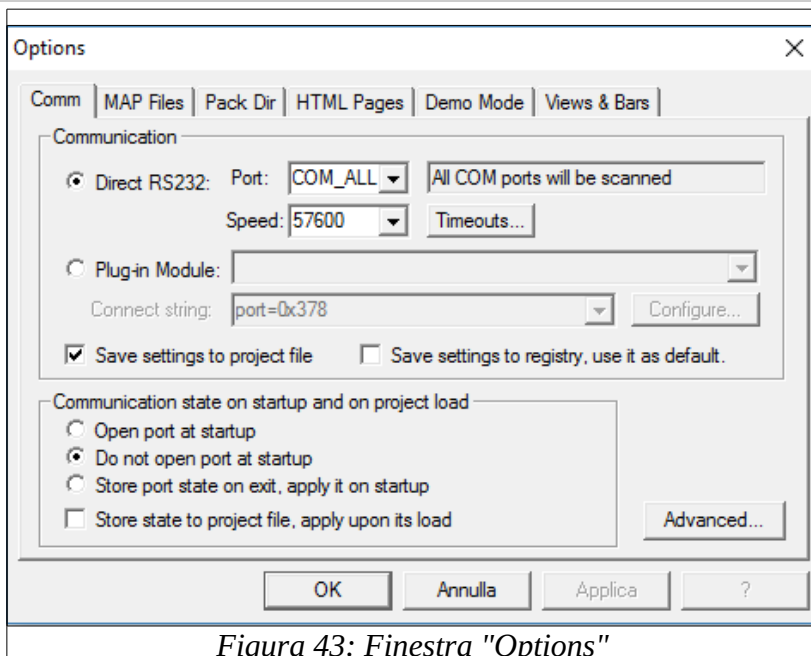

Figura 43: Finestra "Options"
- Impostare i valori come nella Figura 43.